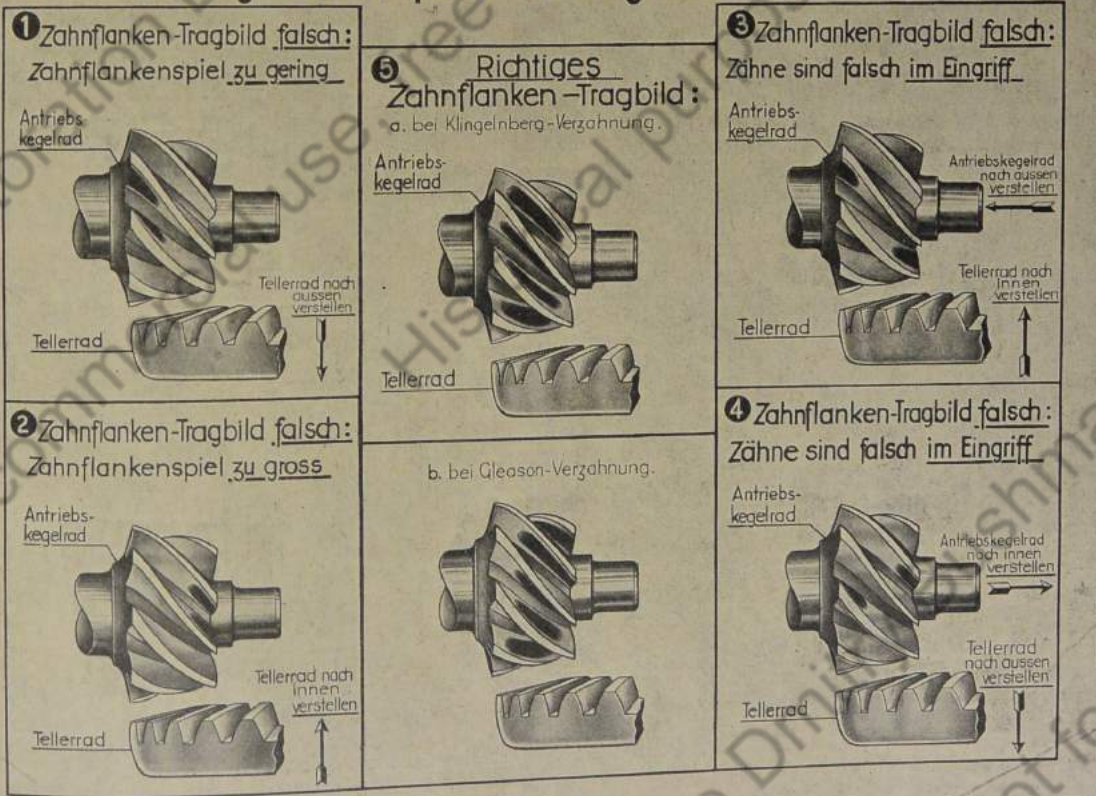

Bild 428: Richtiges Zahnflanken-Tragbild ermitteln
**Anmerkung:** Hierbei muß sich auf den mit Farbe bestrichenen Zahnflanken ein gutes Tragbild zeigen. (Erläuterungen s. Bild 428).